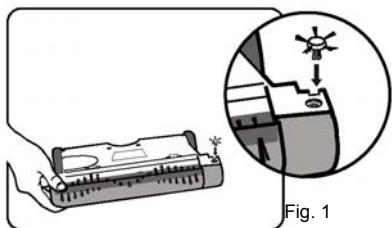

Fig. 1
1. En caso de que el accesorio para bordes no está instalado en la barredora, insértelo en el agujero "cuadrado" debajo del cabezal eléctrico de la barredora. Con cuidado, presiónelo firmemente hasta que enganche en su lugar. (Fig. 1)